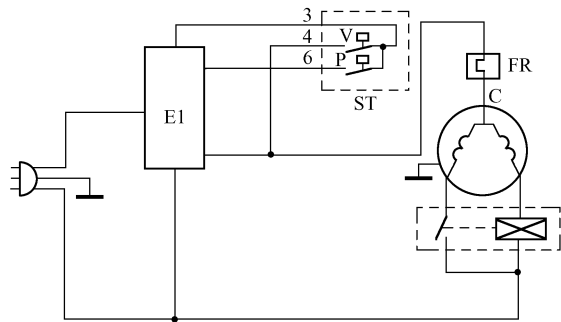

图 1 直冷单系统冷冻箱制冷原理图
32. 图 1 为直冷单系统冷冻箱制冷原理图，写出图中字符 ST 和 FR 表示的器件名称。并分析其温度控制原理。（6 分）